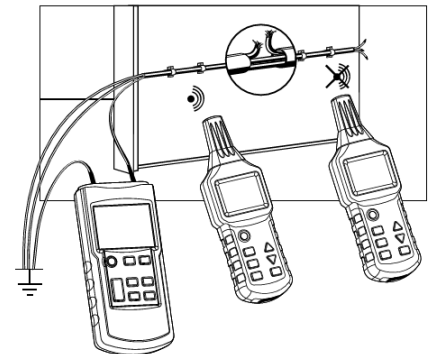

Fig. 3-1-3
- Alle Leitungen, die nicht benötigt werden, müssen an die Hilfserdung gemäß Fig. 3-1-3 angeschlossen werden.
- Verbinden Sie den Transmitter mit einem Leitungsanschluss und an eine Hilfserdung wie in Fig. 3-1-3 dargestellt.